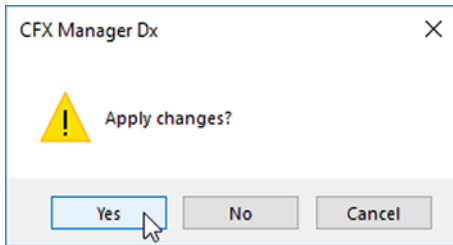

Figura 32: Cuadro de diálogo de confirmación
9. Confirme para aplicar los cambios haciendo clic en **Yes** (sí) (consulte la Figura 32).